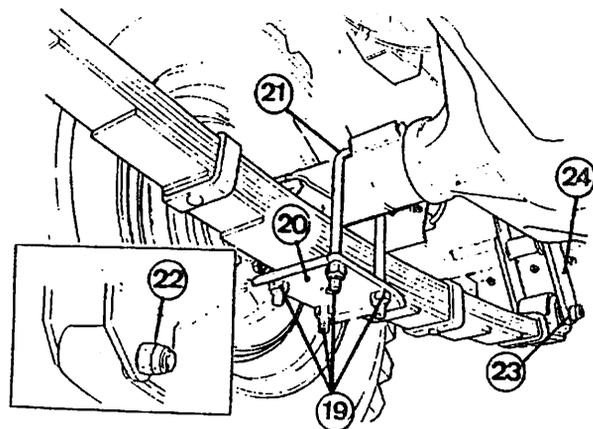

Fig. 05.2-7
En ambos lados, monte los abarcones (21), la placa (20) y las tuercas (19) (Fig. 05.2-7) fijadas a su par.
Apriete los bulones de las gemelas (24) y las contratuercas (23) (Fig. 05.2-7) al par especificado. Por la parte delantera, apriete las tuercas (22) de los bulones (Fig. 05.2-7) al mismo par.